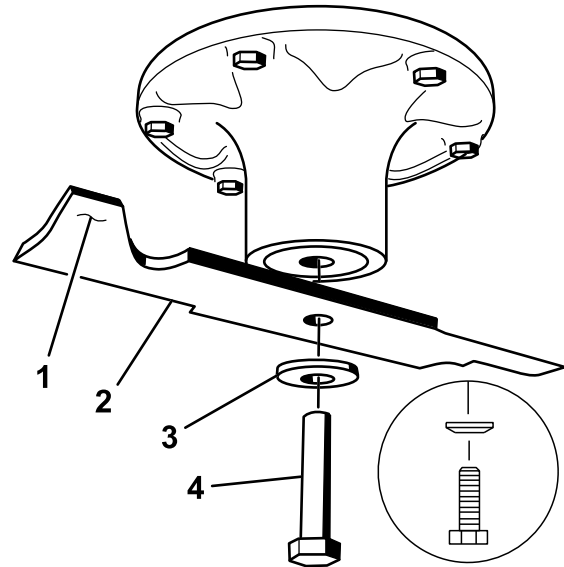

Figure 70
2. Enlevez de l'axe, le boulon, la rondelle bombée et la lame (Figure 70).